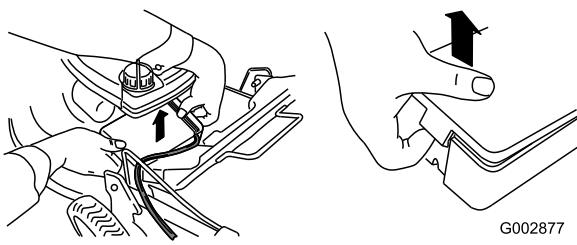

Figura 46
- Sbloccate il coperchio della batteria da ambo i lati e toglietelo (Figura 46).